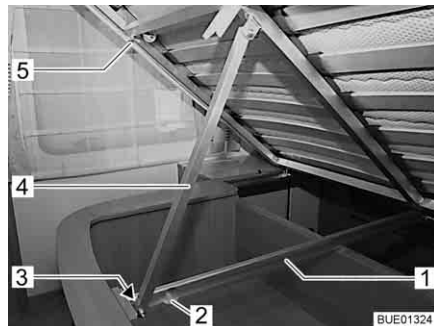

Fig. 108 Cama fija
- Levantar el somier (Fig. 108,5) y empujarlo hacia arriba hasta que el apoyo (Fig. 108,4) se desplace por el riel guía (Fig. 108,1) hasta el final (Fig. 108).
- Levantar el somier (Fig. 108,5) y empujar el apoyo (Fig. 108,4) por el extremo inferior hacia atrás. Al hacerlo, prestar atención a que la ruedecilla (Fig. 108,3) del extremo del apoyo no se salga por la abertura de extracción (Fig. 108,2) del riel guía (Fig. 108,1).